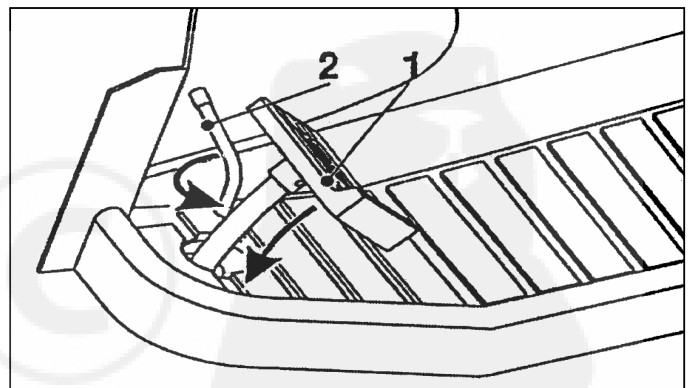

Fig. 15
3. Appuyer à fond sur la pédale de frein, et la maintenir (Fig. 15, pos. 1).
### FREIN (fig. 15)
Le levier de frein de parking est utilisé pour bloquer la pédale de frein en position frein (fig. 15 pos 2).
Ne jamais descendre une pente en roue libre. A l'arrêt, enfoncer la pédale de frein et la bloquer (fig.15 pos 1 et 2)